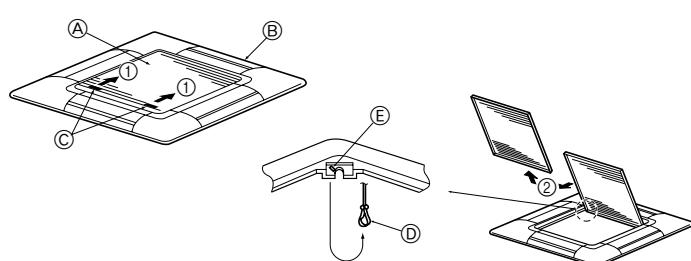
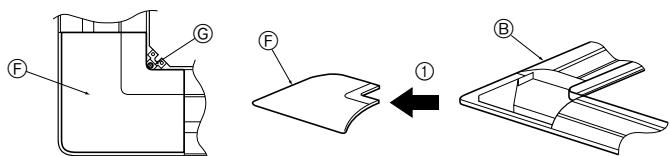

Fig. 5-3
Fig. 5-4
5.2.1. Hava giriş izgarasının çıkarılması (Fig. 5-3)
- Hava giriş izgarasını açmak için kolları okla ① gösterilen yönde itiniz.
- Hava giriş izgarası "açık" durumdayken hava giriş izgarasının menteşesini okla ② gösterilen şekilde izgaradan ayırın.
5.2.2. Köşe panelinin çıkarılması (Fig. 5-4)
- Köşe panelinin köşesindeki vidayı çıkarın. Köşe panelini çıkarmak için köşe panelini okla ① gösterilen şekilde itin.
- ① Izgara kancası
② Izgara kancasının deliği
③ Köşe paneli
④ Vida